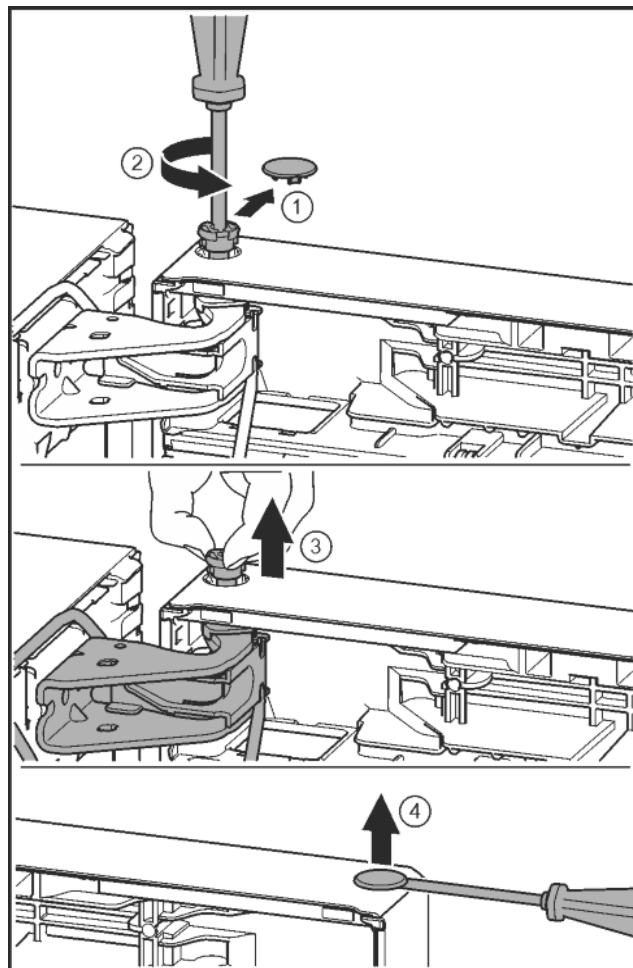

Fig. 26
- ▶ Ostrożnie zdjąć osłonę zabezpieczającą. *Fig. 26 (1)*
- ▶ Sworzeń wykręcić nieco przy pomocy śrubokręta T15. *Fig. 26 (2)*
- ▶ Przytrzymać drzwi i wyjąć sworzeń palcami. *Fig. 26 (3)*
- ▶ Zatyczkę ostrożnie podważyć przy pomocy śrubokręta i wyjąć z tulei tożyskowej drzwi. *Fig. 26 (4)*